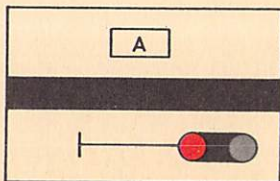

Bild 23
- b) Auf dem Stelltisch sind außer den Zentralblocksignalen des eigenen Bereichs der Halt- und der Fahrtmelder des Hauptsignals am Ende des letzten Blockabschnittes dargestellt (z. B. Einfahrsignal des Nachbarbahnhofs, vgl. Bild 23).